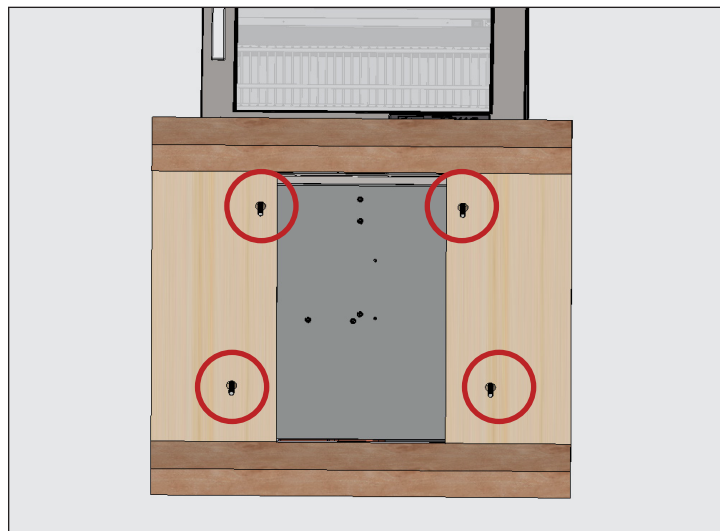

Fig. 2 Ubicazioni dei bulloni del pattino.
2. Con una chiave inglese aggiustabile, togliere tutti i bulloni di spedizione che tengono attaccato il pattino di legno al fondo dell'elettrodomestico. Si veda la Fig. 2